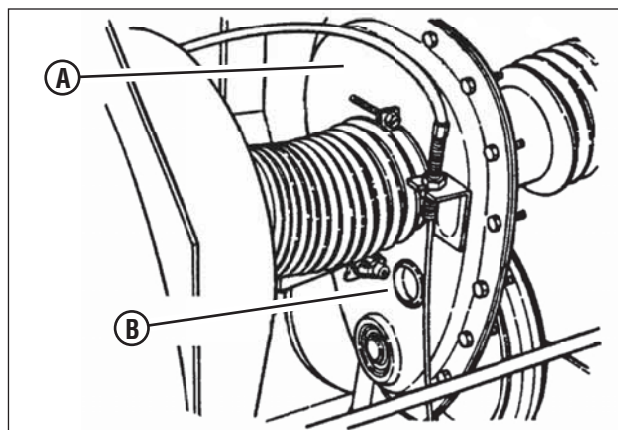

Figura 29: Verificação do lubrificante do protetor da corrente
3. Verifique o tampão de enchimento/nível (A, Figura 29) no protetor da corrente (B) para ver se há danos. Se sinais de desgaste ou rachaduras forem visíveis, substitua-o por um novo.